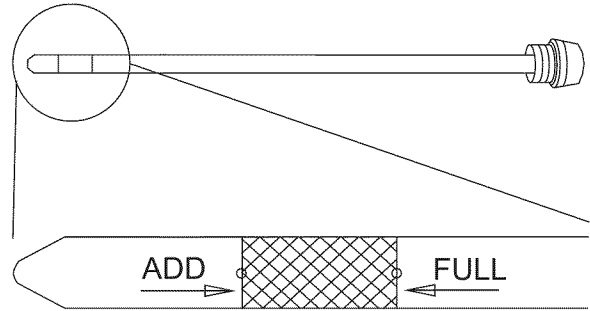

Figura 14 — Indicador del nivel de aceite
4. Compruebe que el nivel de aceite llega a la marca FULL (lleno) de la varilla (Figura 14).